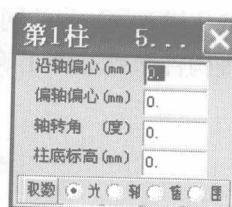

图 1.1-11 构件布置方式对话框
(1) 布置构件有四种方式，分别是光标、轴线、窗口、围区方式，布置方式的切换通过按键盘上的【Tab】键，或在对话框中选择，如图 1.1-11 所示，对于本例题选择窗口方式布置柱比较便捷。
(2) 布置构件时会弹出第 1 柱对话框，允许设置构件沿轴偏心、偏轴偏心和轴转角，本例一律取初始值 0。
(3) 如构件布置错误，可以点击【楼层定义/本层修改】，进行删除或替换。